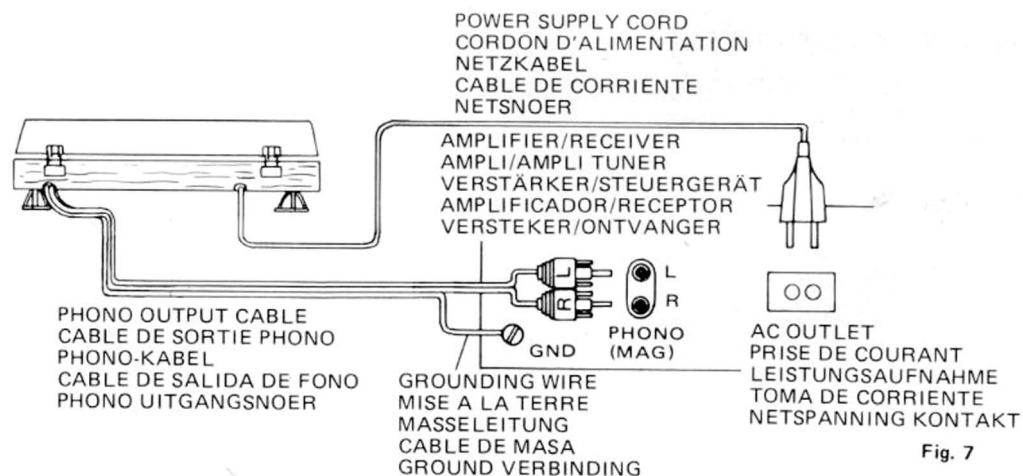

Fig. 7
The wires in this mains lead are coloured in accordance with the following code: (fig. 7)
1. Raccordez la prise rouge de votre platine au canal droit ou "R" de votre amplificateur. Raccordez la prise blanche au canal gauche ou "L" (Figure 7).
1. Verbinden Sie den roten Stecker des Anschlußkabels mit der mit R bezeichneten Eingangsbuchse Phono Ihres Vorverstärkers, Verstärkers oder Receivers. Verbinden Sie den weißen Stecker des Anschlußkabels mit der entsprechenden mit L gekennzeichneten Buchse (Bild 7).
1. Verbindt de rode plug van de platen-speler met het rechterkanaal van de PHONO-aansluitingen van de voorversterker, versterker of receiver. Verbindt de witte plug met het linkerkanal (fig. 7).